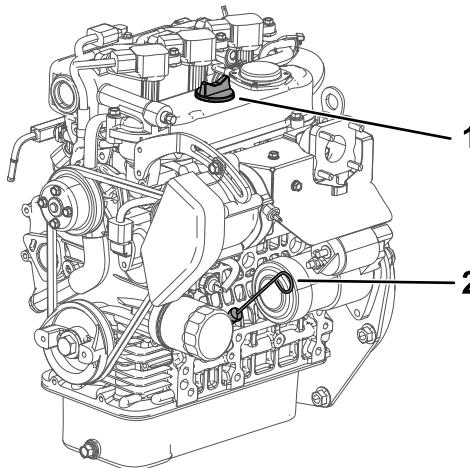

Figura 15
- Retire la varilla (Figura 15) y límpielo con un paño limpio.
- Introduzca la varilla en el tubo asegurándose de que entre a fondo (Figura 15).
- Retire la varilla y compruebe el nivel de aceite (Figura 15).
- Si el nivel de aceite es bajo, retire el tapón de llenado (Figura 15) y añada suficiente aceite para elevar el nivel a la marca Lleno de la varilla.
6. Coloque la varilla firmemente (Figura 15).